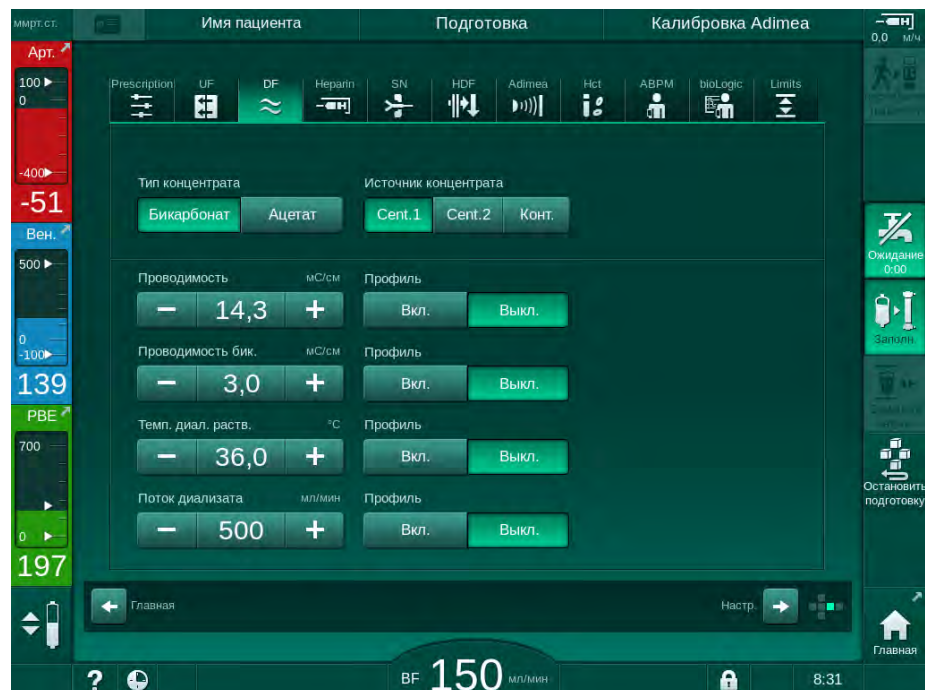

Рис. 5-17 Параметры DF на экране *Ввод*
1. Выберите *Профиль*, *Вкл.* для выбора соответствующего параметра на экране параметров DF (Рис. 5-17 Параметры DF на экране Ввод (120)).